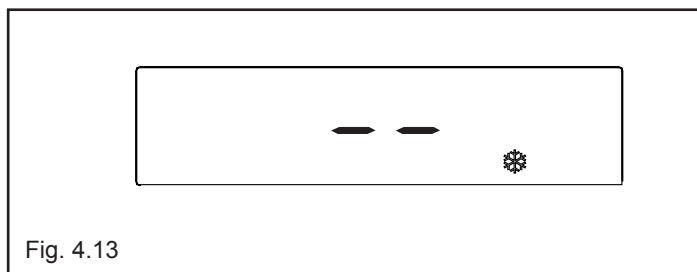

Fig. 4.13
- Antigelo (fig. 4.13): quando la temperatura dell'acqua di caldaia scende al di sotto dei valori di sicurezza si attiva il circolatore e il bruciatore alla minima potenza per riportare la temperatura dell'acqua a valori di sicurezza (35 °C).